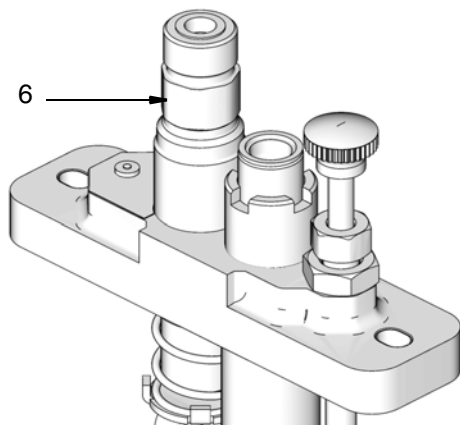

FIG. 8
2. Collegare la linea lubrificante all'uscita della pompa (6), (FIG. 8)(vedere anche le pagine 15 e 16).